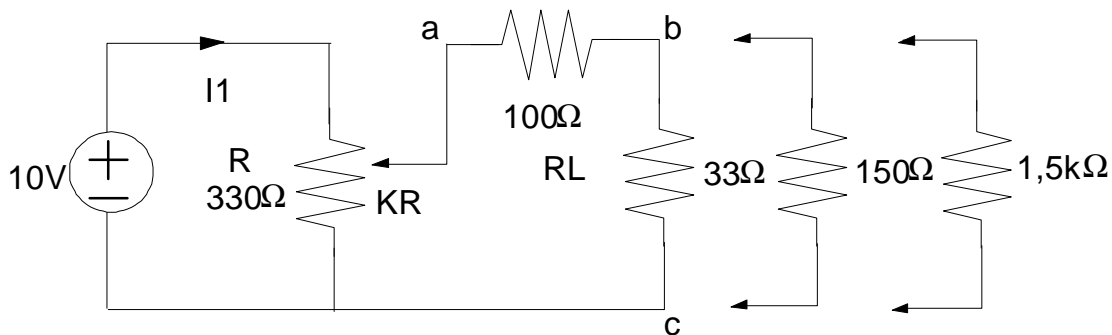

Figura 1.2
3. En el circuito de la figura 1.2, según las denominaciones R, KR, R_L, R_L, calcular literalmente la expresión para obtener cierta tensión deseada V_{AC} en función de una tensión de alimentación V (V_{AC}=F(V)).
Armar el circuito de la figura 1.2 y medir las tensiones V_{AB} para las tres cargas mostradas cuando se ajustó K para obtener $V_{AC}=5V$. Medir además las corrientes para los tres diferentes valores de R_L y determinar los valores de K obtenidos en la práctica para satisfacer los resultados deseados. Diseñar una tabla que contenga todas estas informaciones: valores teóricos y prácticos para los diferentes V, I y K, así como los errores porcentuales.